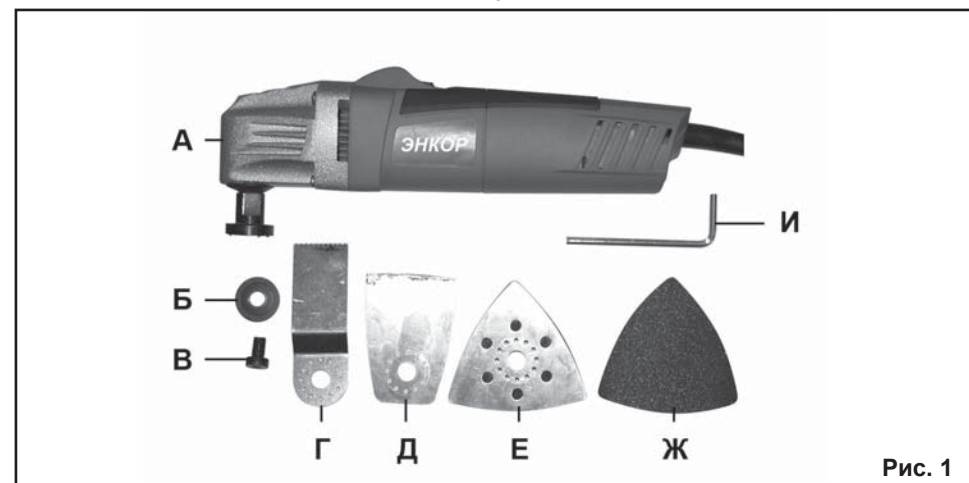

Рис. 1
3.1. Комплектность машины представлена на Рис.1.